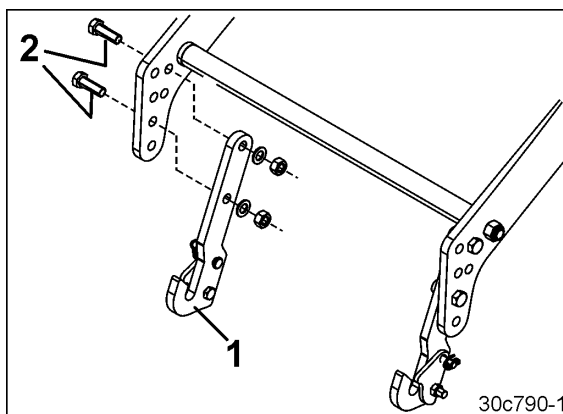

Fig. 88
1. Fixer les crochets (Fig. 88/1) sur le châssis de levage en utilisant respectivement deux vis (Fig. 88/2).